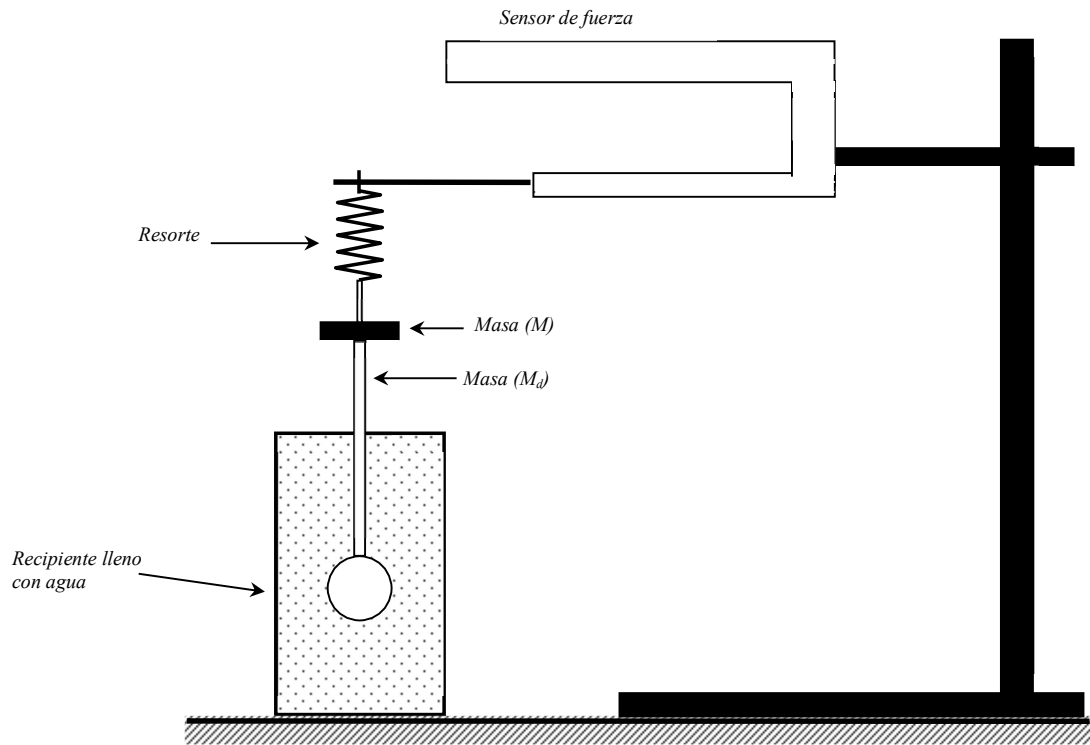

Figura 1: Montaje experimental de la masa colgada del resorte y sumergida en agua.
Vamos a sumergir la masa colgada de un resorte en un fluido viscoso (puede ser agua) como se muestra en la figura 1. Para analizar el problema necesitamos medir alguna magnitud
- a) Preparar el experimento según la figura 1.
- d) Obtener la posición o la fuerza en función del tiempo y analizar los datos adquiridos mediante el ajuste no lineal de la ecuación (3) de forma similar a lo realizado en la Clase nro 7. Es posible obtener la constante de amortiguación analizando solamente la amplitud. Analice si es conveniente hacer esto o directamente ajustar la dependencia de la fuerza con la función completa.
- f) Obtener la frecuencia angular del oscilador amortiguado y no amortiguado, obtener la constante de amortiguación. Analizar las magnitudes en función de las masas según las ecuaciones (4).